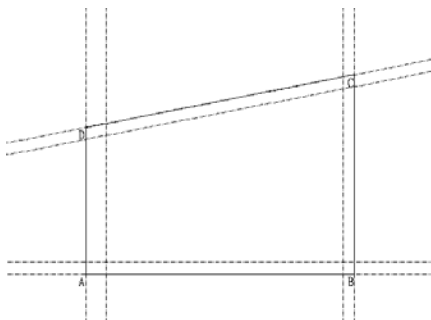

图 15.74 建筑可建范围
(5) 执行偏移命令，将光标置于用地边界内部，分别将 AB、BC、CD、DA 4 条辅助线向内执行偏移 4000、4000、4000、7000，以得到建筑的 4 条建筑控制线，如图 15.74 所示。